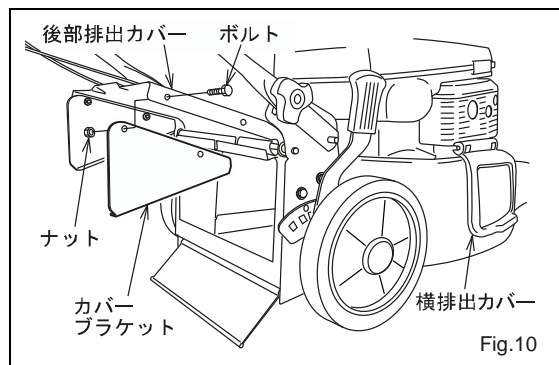

Fig.10
- ② 後部排出カバーにカバーブラケットをボルト・ナットで確実に締付けて取り付けして下さい。(Fig.10)
- ③ 横排出カバーは必ず閉めて下さい。